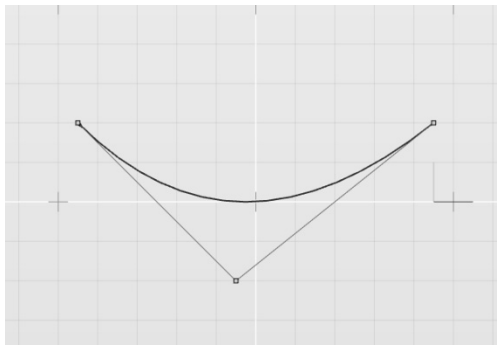

图 3-12 绘制一条 NURBS 曲线
1) 新建文档，使用 NURBS 曲线工具  绘制一条曲线，如图 3-12 所示。